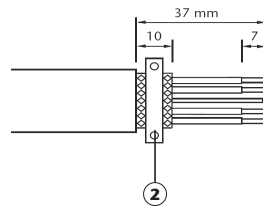

Abb. 5
1. Das Ende des CAN-BUS-Kabels nach dem Schema in Abb. 5 abisolieren.
2. Verbinden Sie jede Ader des CAN-BUS-Kabels mit dem 5-poligen Stecker gemäß dem folgenden Schema in Abb. 5.
3. Halten Sie das Kabel am mitgelieferten Gehäuse fest, indem Sie das Halteblech (2) anschrauben und das Gehäuse schließen.